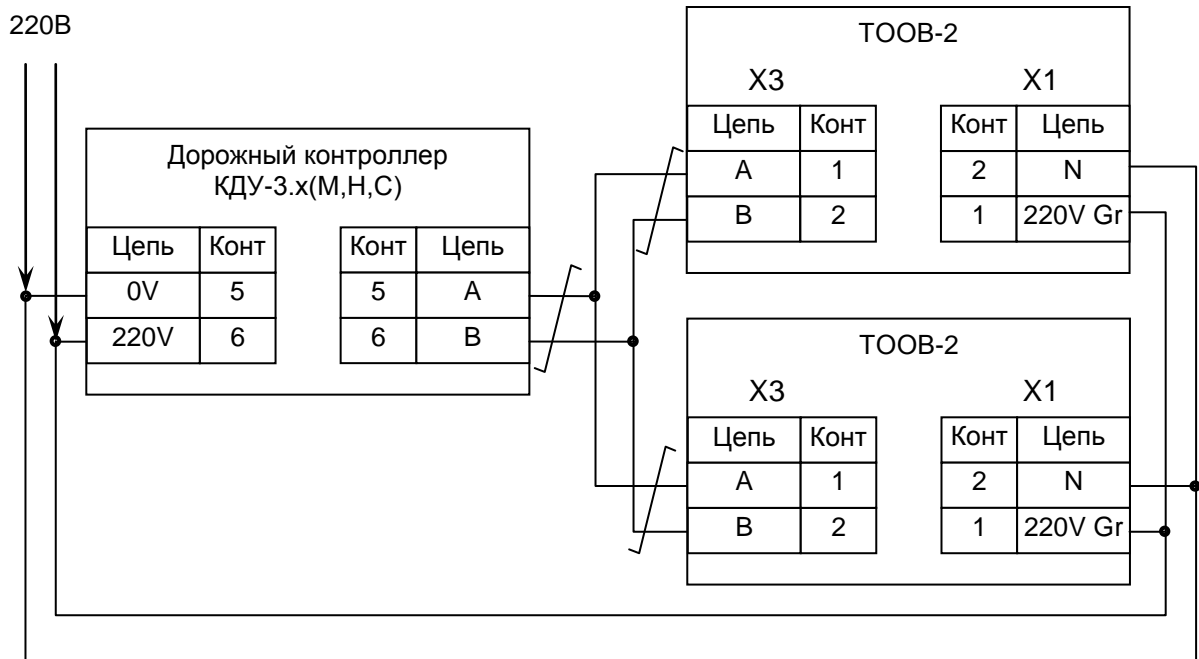

Рис.3. Схема подключения табло в управляемом режиме.
11.1. Табло подключается к сети 220В: «общий» провод и «зеленый» провод и к дорожному контроллеру по интерфейсу RS-485 через разъем X3 (см. рис. 3).